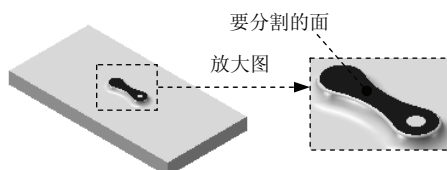

图 4.4.22 定义要分割的面
(4) 定义分割面。选取图 4.4.22 所示的模型表面为要分割的面。